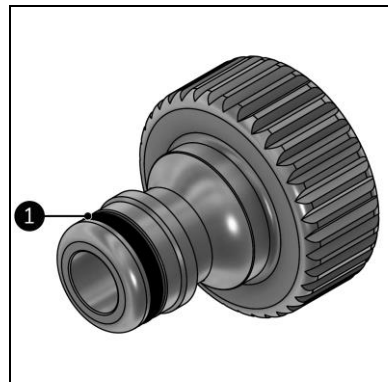

Figure 21
5. Passez de la vaseline sur le joint torique du raccord du tuyau de jardin (figure 21, pos. 1).